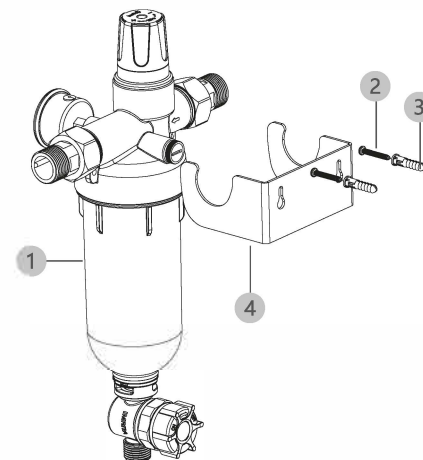

Рис.5 Схема крепления фильтра предварительной очистки
- 3) Фильтр предварительной очистки крепится на монтажной пластине. (Как показано на Рис.5)